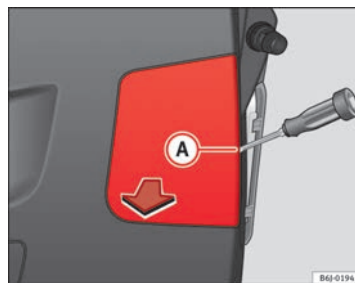

Fig. 181 Feux sur le hayon
- Retirez ce cache à l'aide d'un tournevis à tête plate placé dans la rainure indiquée (A) ⇒ fig. 181.